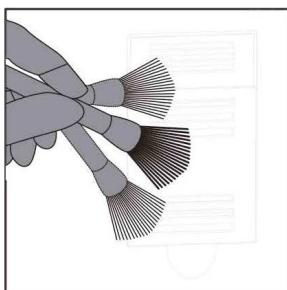

Abb. 8
**ACHTUNG! Tauchen Sie das Gehäuse des Gerätes (8) nicht im Wasser. Beschädigungsgefahr und Stromschlag.**
1. Die Gehäuse des Gerätes (8) und die Gehäuseabdeckung (1) wischen Sie mit einem trockenen, weichen, sauberen und leicht angefeuchteten Tuch ab und anschließend trocknen Sie diese mit einem trockenen Tuch. Bei sehr starken Verschmutzungen können Sie milde Reinigungsmittel benutzen. Einen großen Wert legen Sie besonders auf die Sauberkeit der Stellen, wo die Filter eingebaut sind und wo die Luft zirkuliert.
2. Den Vorfilter (2) saugen Sie vorsichtig ab und dann reinigen Sie ihn im lauwarmen Wasser. Nach der Reinigung lassen Sie ihn genau trocknen. Wenn Sie mechanische Beschädigungen feststellen, setzen Sie einen neuen Filter ein.
3. Den HEPA - Filter (3) und den Aktivkohlefilter (4) können Sie mit einer weichen Bürste reinigen. Die Tätigkeit führen Sie sehr vorsichtig durch, um die Filter nicht zu beschädigen. Tauschen Sie die Filter nie im Wasser, reinigen Sie sie nur trocken. Der Luftreiniger ist mit einer Filterwechselanzeige ausgestattet. Nehmen Sie den Filterwechsel vor, wenn die LED für den Einschalter des Luftreinigers (6m) blinkt. Nach dem Filteraustausch setzen Sie die Filterwechselanzeige zurück, indem Sie die Taste "Reset" (6e) drücken und mindestens 5 Sekunden lang gedrückt halten. Tauschen Sie die Filter alle 12 Monate, sogar wenn die Filterwechselanzeige keinen Filteraustausch signalisiert.
4. Fotokatalyse-Filter (5) tauschen Sie alle 3 Jahre. Setzen Sie den Filter vorübergehend der UV-Strahlung (min. 2 Stunden) aus. Das lässt seine Effektivität voll zu behalten.
- Die Klappe des Luftqualitätssensors (12) reinigen Sie mit einem weichen Pinsel (Abb.8)